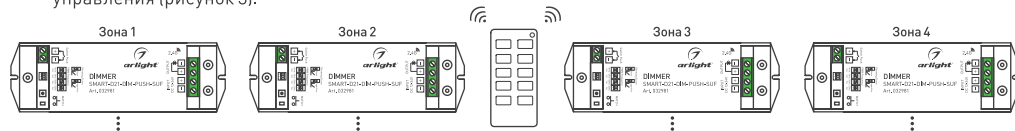

Рисунок 3. Вариант построения системы с 4-зонным пультом дистанционного управления
3.12. При использовании многозонных пультов ДУ или панелей можно построить разветвленную систему управления (рисунок 3).